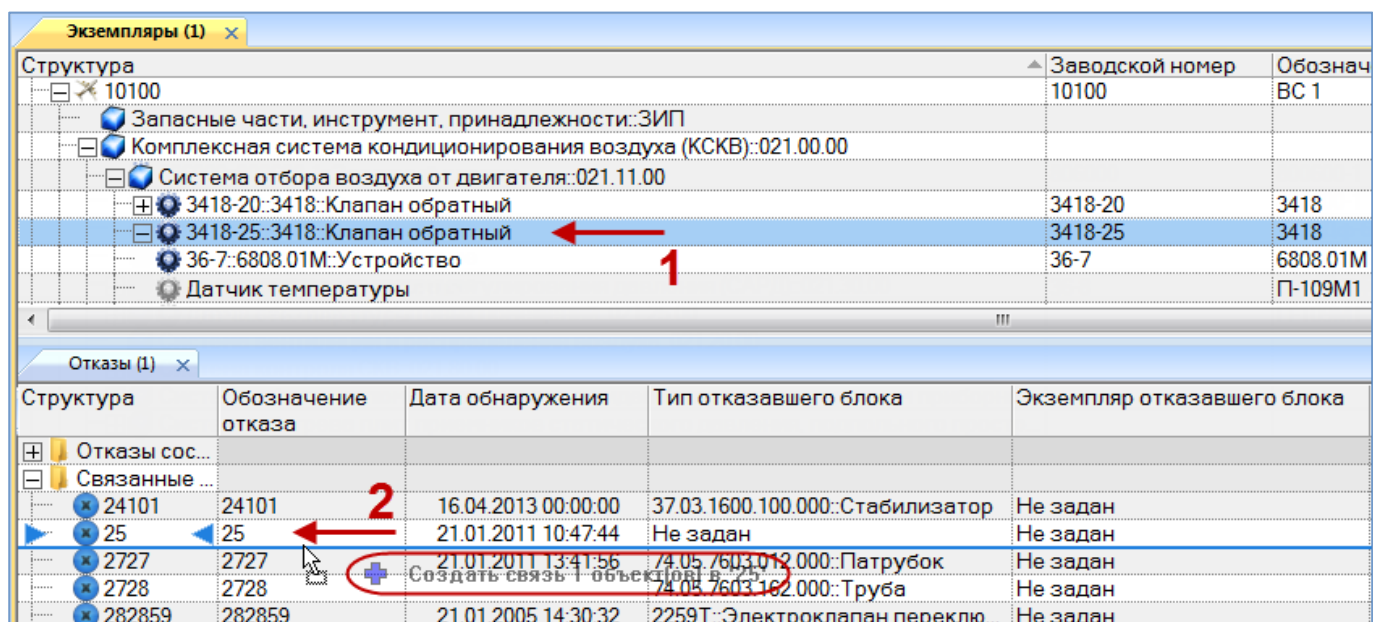

Рис. 13-295 – Переместить экземпляр компонента на отказ
- 2) Выбрать экземпляр компонента в рабочем окне «Экземпляры» (1 на рис. 13-295).
- 3) Переместить с помощью мыши экземпляр компонента на отказ в окно «Отказы» – появится подсказка вида «+ Создать связь X объект(ов) в ...» (2 на рис. 13-295). Отпустить кнопку мыши.